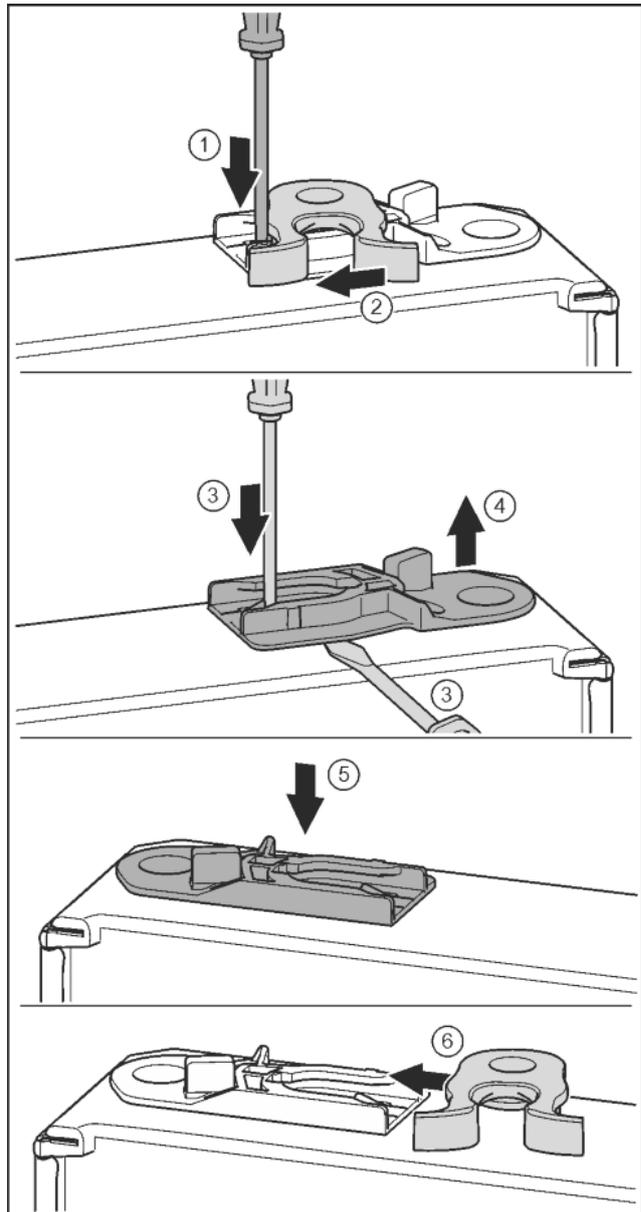

Fig. 19
- ▶ Plochým skrutkovačom zatlačte strmeň nadol. Fig. 19 (1)
- ▶ Zatvárací hák vytiahnite z vedenia. Fig. 19 (2)
- ▶ Vytiahnite vodiace puzdro: Plochým skrutkovačom zatlačte strmeň a súčasne plochý skrutkovač zasunúte pod vodiace puzdro. Fig. 19 (3, 4)
- ▶ Vodiace puzdro, ktoré je súčasťou dodávky, zasunúte na druhej strane telesa. Fig. 19 (5)
- ▶ Zatvárací hák zasunúte do vedenia. Fig. 19 (6)